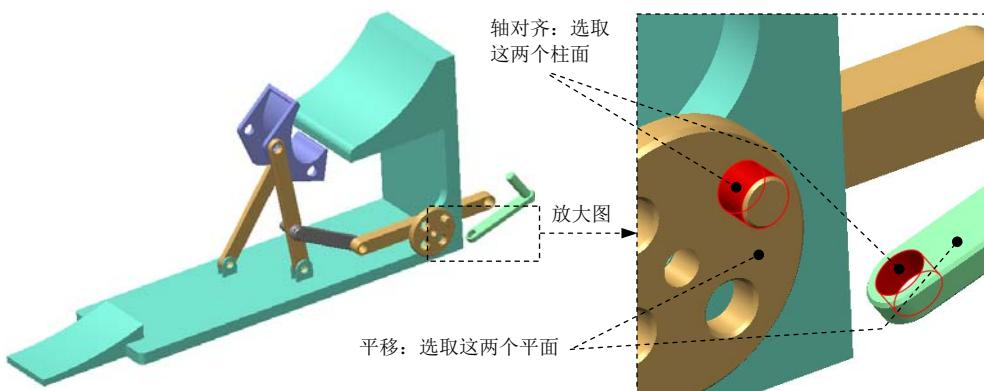
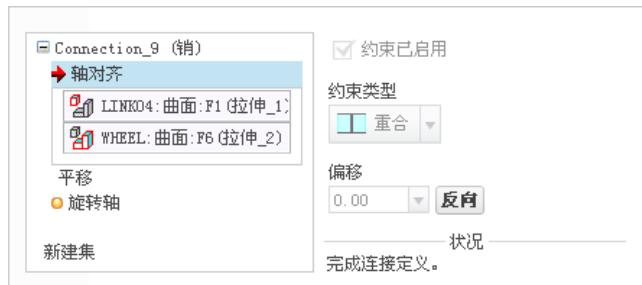

图 9.5.32 创建销 (Pin) 连接
图 9.5.33 定义“轴对齐”约束
(5) 单击操控板中的 按钮，完成连接的创建。
Step16. 引入元件 LINK04.prt，并将其调整到图 9.5.32 所示的位置。
- (1) 在“元件放置”操控板的机械连接约束列表中选择 销 选项。
- (2) 定义“轴对齐”约束。单击操控板中的 **放置** 按钮，分别选取图 9.5.32 中的两个柱面为“轴对齐”约束参考，如图 9.5.33 所示。
- (3) 定义“平移”约束。分别选取图 9.5.32 中的两个平面为“平移”约束的参考，如图 9.5.34 所示。